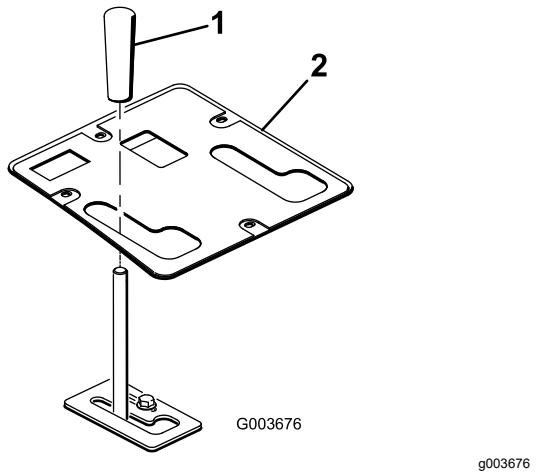

Figura 27
11. Sujete el panel de control con los herrajes que retiró anteriormente (Figura 27).
12. Instale el pomo sobre la palanca de elevación (Figura 27).